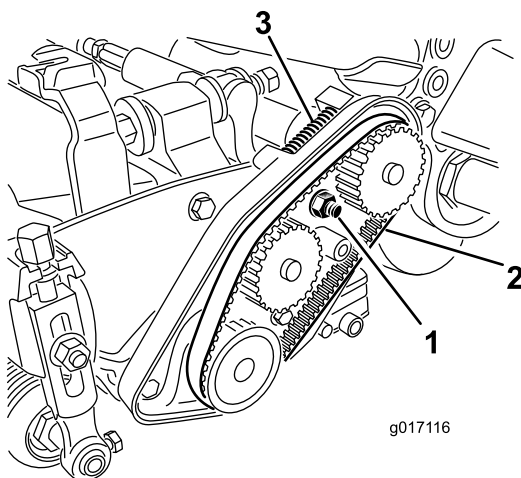

Figura 14
3. Afloje la tuerca de montaje del alojamiento del cojinete (Figura 14)
5. Retire la correa (Figura 14).
12. Asegúrese de que el muelle de compresión aplica tensión a la correa (Figura 14).